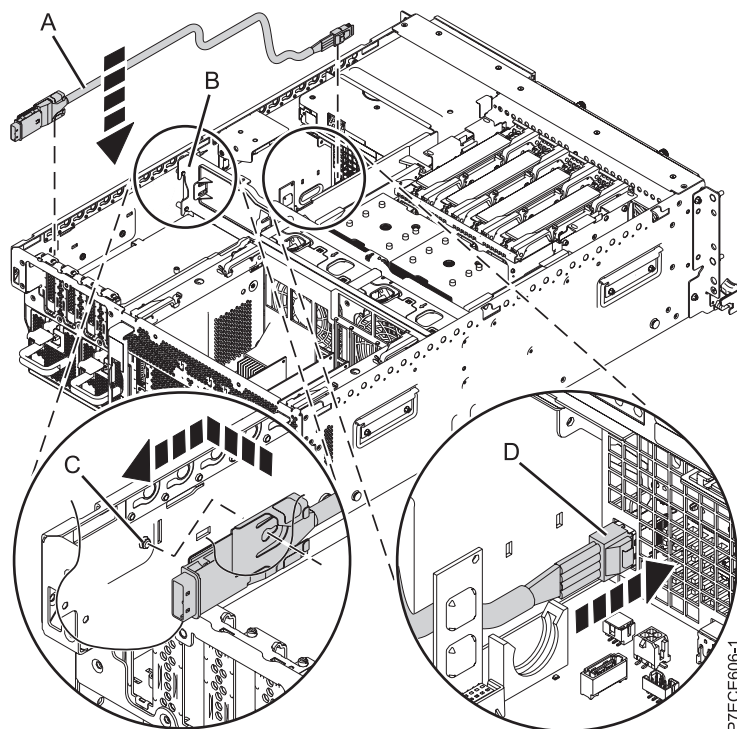

Figura 57. Instalación del puerto SAS externo
12. Conecte el acoplamiento SAS del cable SAS (A) al puerto de conexión SAS externo en la placa posterior del sistema, en la parte posterior del sistema, hasta que encaje en su lugar, como se muestra en Figura 57.
13. Disponga el cable junto a la pared lateral y deslice el cable a través de la abrazadera central (B), hacia el puerto de conexión SAS en la placa de la unidad de disco.
14. Empuje la pieza de acoplamiento SAS (D) en el puerto de conexión SAS de la placa posterior del sistema hasta que encaje en su lugar.